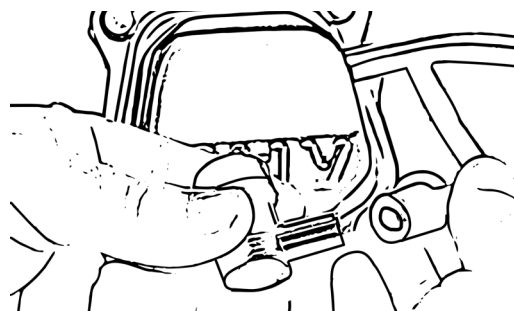

Figure 31
- Insérez le connecteur de bougie supplémentaire sur le câble en appuyant fermement et tournez le connecteur de bougie dans le sens des aiguilles d'une montre pour le fixer, fig.31.